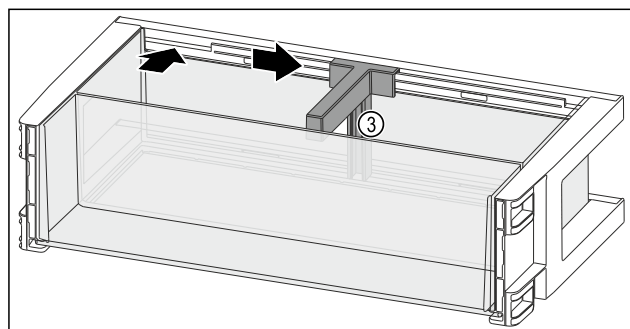

Fig. 99
- Sett inn flaskeholderen Fig. 99 (3) i fordypningen.
- Skyv flaskeholderen Fig. 99 (3) i ønsket posisjon til side.